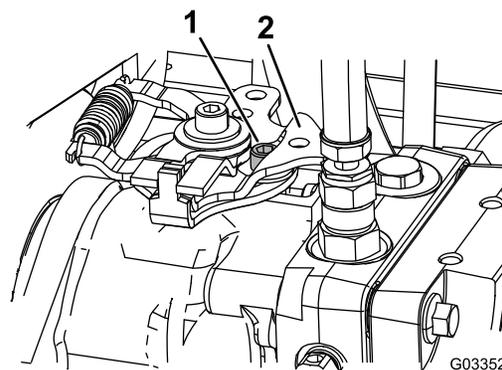

Figure 43
3. Sur la pompe hydraulique de déplacement (à l'intérieur), déposez la tringlerie de commande du bras de commande (Figure 43).